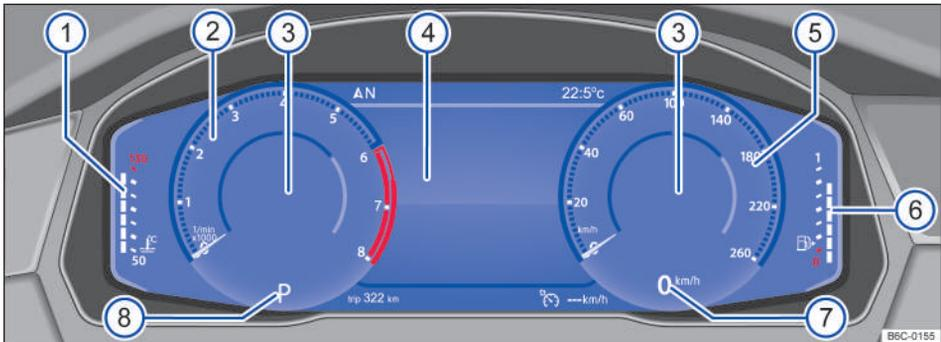

Fig. 9 Active Info Display en el tablero de instrumentos (variante 1).
Explicaciones sobre los instrumentos → fig. 9:
Dependiendo de la versión de la radio y del perfil de información seleccionado, el Active Info Display muestra información adicional en el centro de instrumentos redondos → fig. 9③. Los siguientes perfiles de información pueden ser seleccionados: